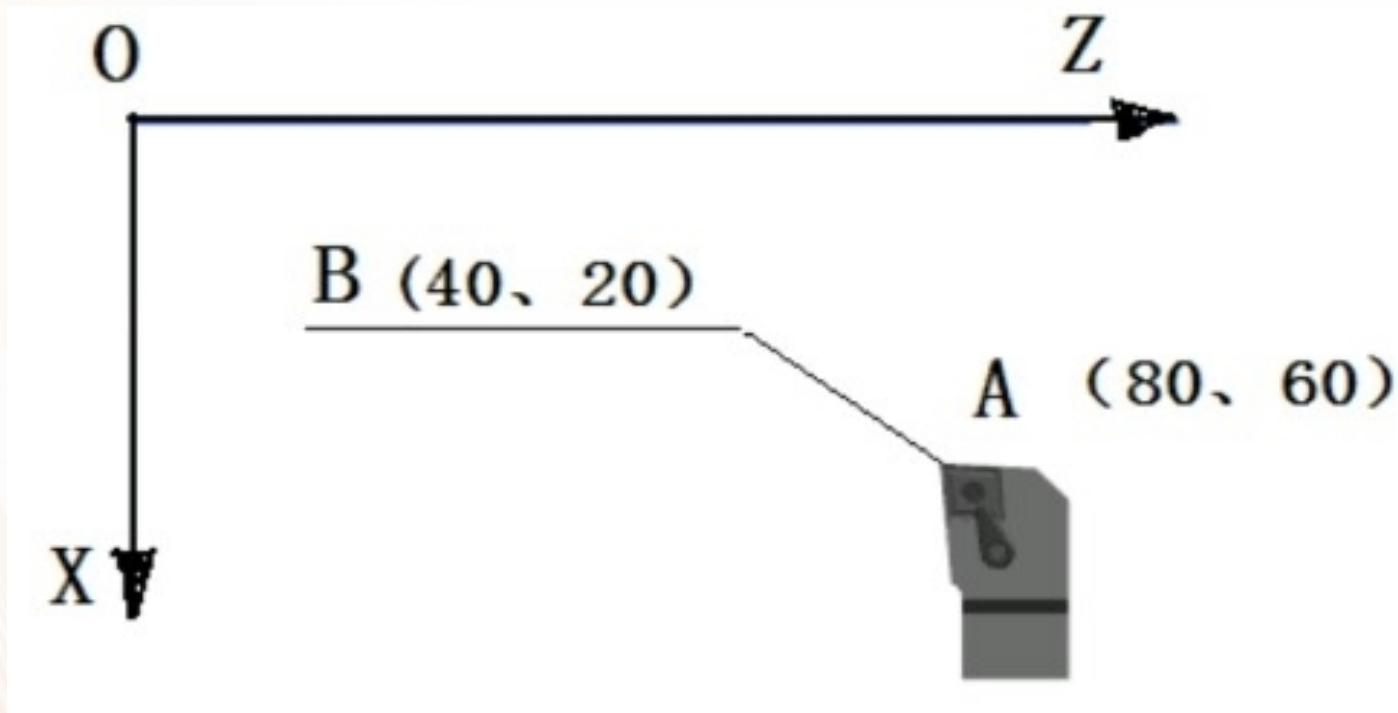

图4-1 G00定位示意图
- 当用绝对值编程时，X、Z后面的数值是刀具刀位点在工件坐标系的坐标如图4-1。当用相对值编程时，U、W后面的数值则是现在点与目标点之间的距离与方向。 例：G00 U10 W20；